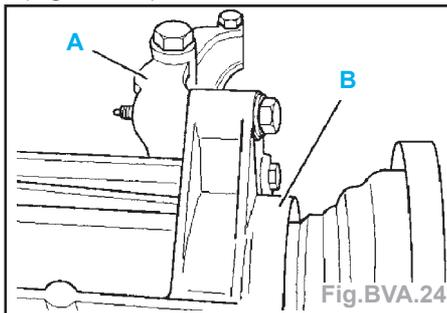

Fig.BVA.24
- Déposer le support de boîte (A) du moteur et du carter de roulement (B) (Fig.BVA.24).